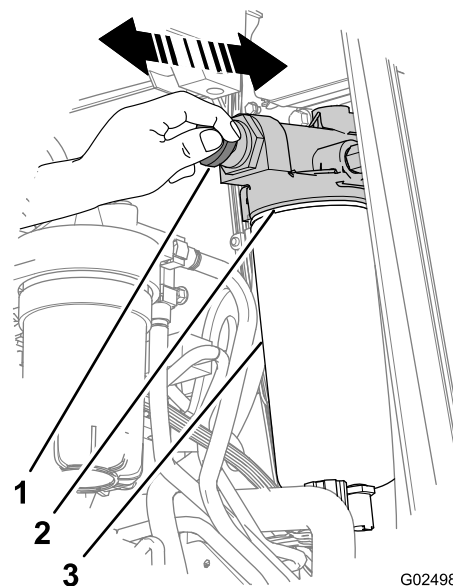

Рисунок 76
3. Очистите головку топливного насоса и топливоподкачивающий насос с помощью быстросохнущего аэрозольного очистителя и сжатого воздуха (Рисунок 76).
4. Разблокируйте рукоятку топливоподкачивающего насоса, повернув ее **против часовой стрелки** (Рисунок 76).
5. Выполните прокачку с помощью рукоятки топливоподкачивающего насоса (Рисунок 76), пока не почувствуете сопротивление на рукоятке, которое не позволит выполнить дальнейшее прокачивание (приблизительно 140 – 150 качаний для сухих фильтров и 20 – 60 качаний для предварительно наполненных фильтров).
6. Заблокируйте рукоятку топливоподкачивающего насоса, повернув ее по часовой стрелке до полной посадки (Рисунок 76).